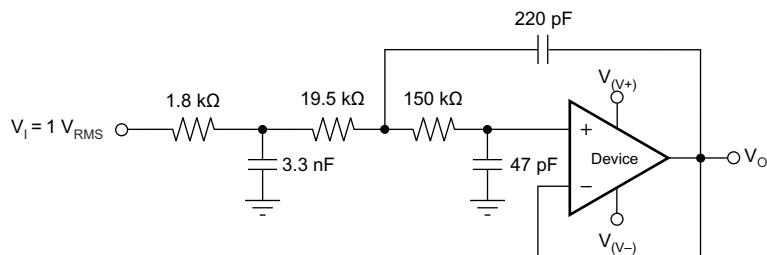

図 7-7. 3 極、20kHz のサレンキー フィルタとして構成された OPAx354-Q1
3. サレンキーなどの非反転フィルタトポロジの使用 (図 7-7 を参照)。